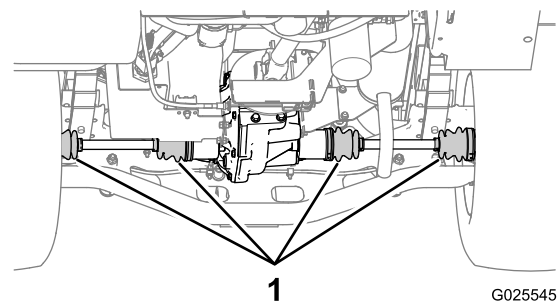

图66
- 在后轴处检查 CV 等速启动装置看是否损坏和存在润滑剂泄漏图66。